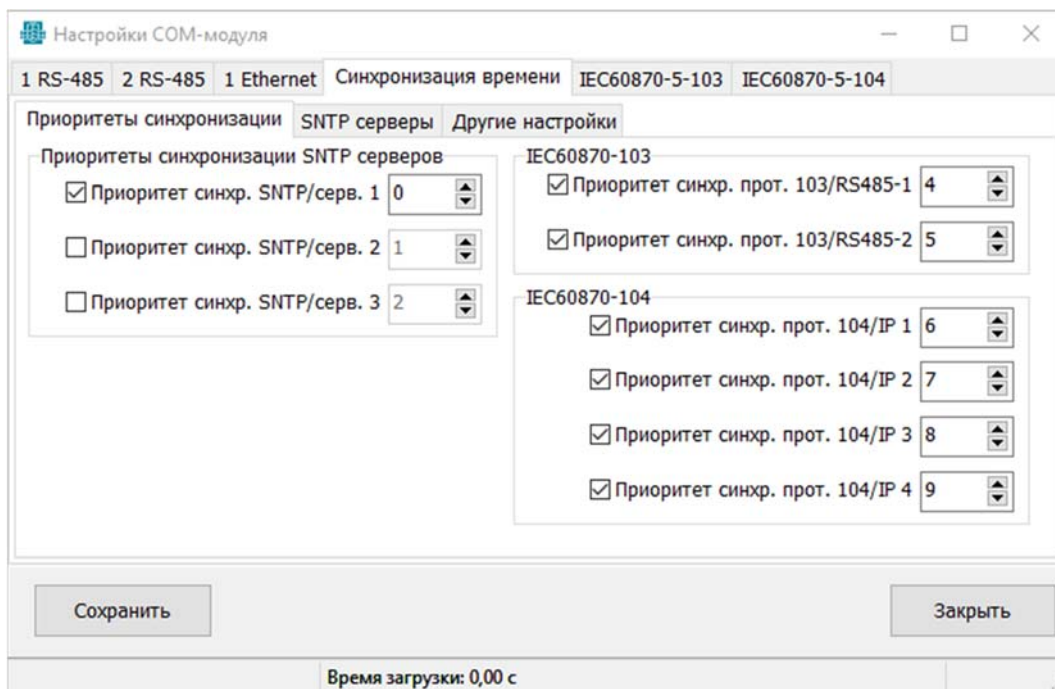

Рисунок 63 – Окно настройки источников синхронизации
Устройство поддерживает синхронизацию времени по протоколам *SNTP*, *МЭК60870-5-103* и *МЭК60870-5-104*. В модулях *COM-30-LE (LO)* можно настроить до восьми источников синхронизации. На (Рисунок 63) показано окно настройки источников синхронизации и их приоритетов. Синхронизацию по каждому источнику можно включить/отключить. Для каждого источника синхронизации можно задать приоритет от 0 до 31, где 0 – самый высокий приоритет, а 31 – самый низкий.